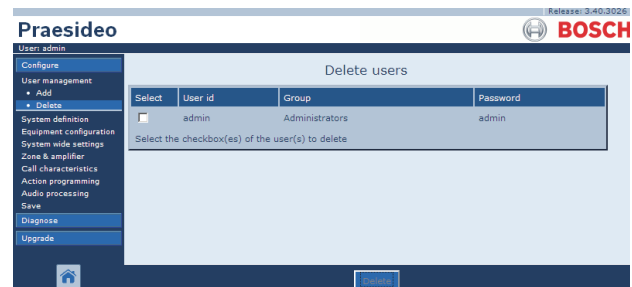

abbildung 42.7: Benutzer löschen, Schritt 3
- 3 Klicken Sie auf die Schaltfläche *Delete*, um das Benutzerkonto zu löschen. Im Mainframe der webbasierten Benutzeroberfläche erscheint ein Bildschirm, der dem in abbildung 42.7 ähnelt. In diesem Bildschirm ist das gelöschte Benutzerkonto nicht mehr aufgeführt.